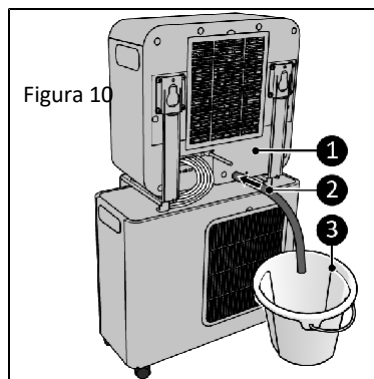

Figura 11
6. Collegare il tubo di scarico della condensa (figura 11, elemento 2) sulla parte posteriore dell'unità interna (figura 11, elemento 1).
7. Orientare questo tubo verso un recipiente di recupero, come un secchio ad esempio (figura 11, elemento 3).
2. Collegare il tubo di scarico della condensa (figura 11, elemento 2) sul lato posteriore dell'unità interna, poi dirigerlo verso un recipiente di recupero, ad esempio un secchio (figura 11, elemento 3).